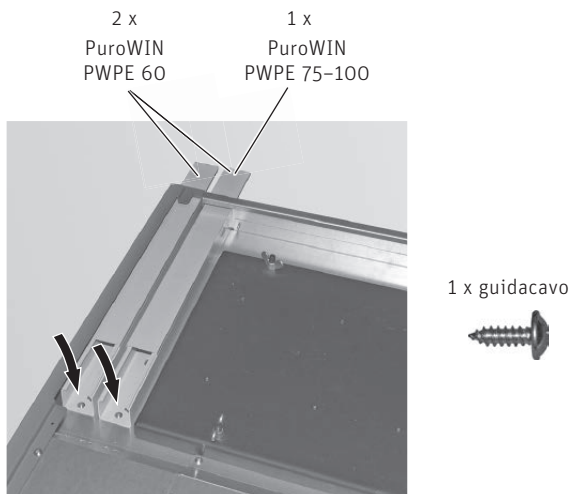
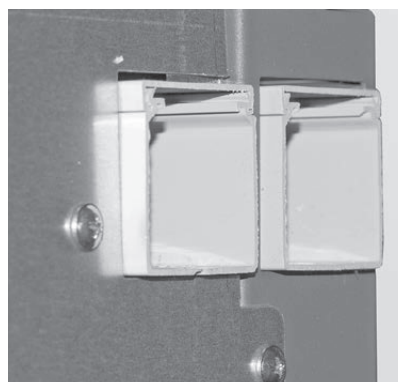

Fig. 80 Fissare i guidacavi
Fig. 81 I guidacavi devono sporgere di circa 5 mm dal retro
- ▶ Fissare i due guidacavi con 1 vite autofilettante ciascuno (Fig. 80), sul retro i guidacavi devono sporgere di circa 5 mm dal rivestimento della parete posteriore – Fig. 81.